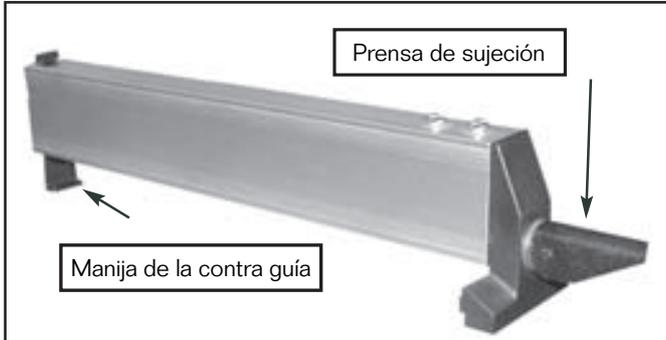

Figura 18
1. Eleve la manija de la contraguía a una posición horizontal (Vea Figura 18).